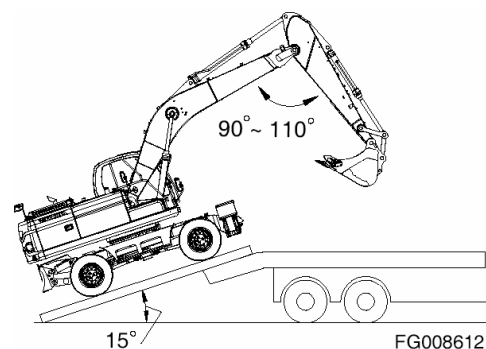

Figura 2
1. Verifique que el remolque esté estacionado en una superficie firme y pareja. (Consulte Figura 2.)